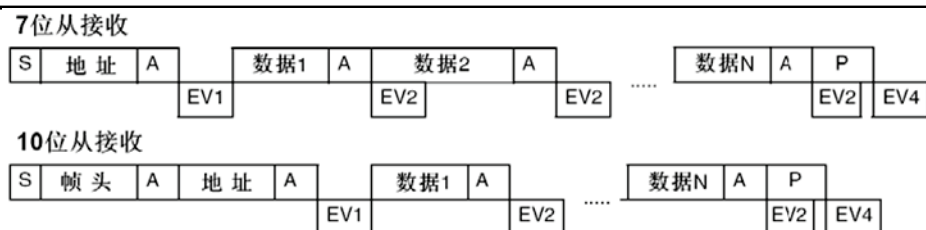
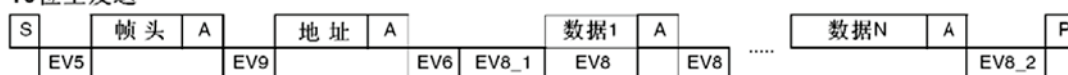
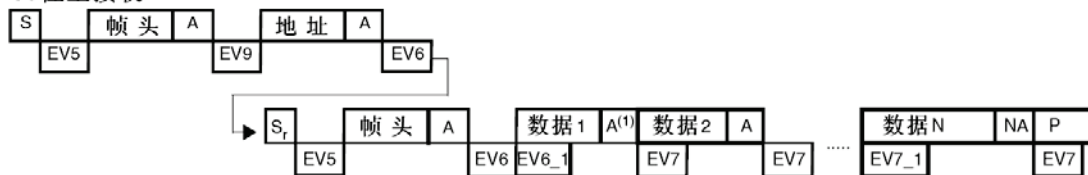

图 245 从接收器的传送序列图
图 246 主发送器传送序列图
图 247 主接收器传送序列图
然后主设备等待读 SR1 寄存器, 紧跟着将从地址写入 DR 寄存器(见图 245 和图 246 的 EV5)。
然后主设备等待读 SR1 寄存器，再将第二个地址字节写入 DR 寄存器(见图 246 和图 247)。
随后主设备等待一次读 SR1 寄存器，跟着读 SR2 寄存器(见图 246 和图 247)。
主设备等待，直到 TxE 被清除，(见图 246 的 EV8)。当收到应答脉冲时：
在 DR 寄存器中写入最后一个字节后，通过设置 STOP 位产生一个停止条件(见图 246 的 EV8_2)，然后 I2C 接口将自动回到从模式(M/S 位清除)。
- 硬件设置 RxNE=1, 如果设置了 INEVFEN 和 ITBUFEN 位, 则会产生一个中断(见图 247 的 EV7)。